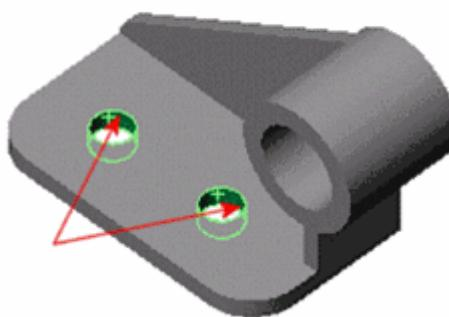

Рис. 1.2. Призначення кріплення деталі
3.2. У графічній області виберіть поверхні двох отворів, як показано на рис. 1.2.